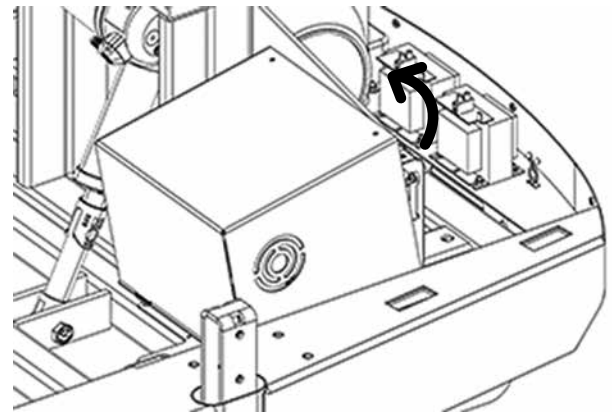

Fig: 2
3. Luta kåpan så som visas i bilden, se *fig: 2* och *fig: 3*